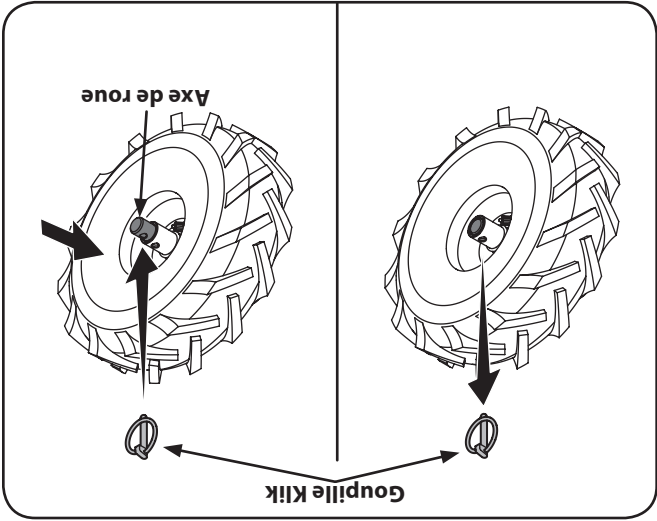

Figure 3-5
2. Retirez la goupille Klik du moyeu de la roue et de l'axe des roues. Voir la Fig. 3-5.
3. Faites glisser la roue complètement vers l'intérieur sur l'axe. Insérez l'axe de chape dans l'axe des roues seulement (pas dans le moyeu). Voir la Fig. 3-5. Fixez avec la goupille fendue, en poussant la goupille à fond. La roue doit pouvoir tourner librement (roue libre) sur l'axe. Procédez de la même façon pour l'autre roue.